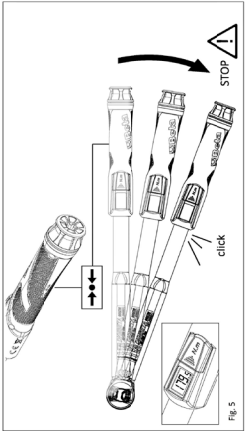

Fig. 5
- Procedere con il serraggio, nella direzione indicata dalla freccia in prossimità della testa della chiave, avendo cura di applicare la forza nel centro dell'impugnatura, sul "punto di carico" indicato. Al raggiungimento della coppia impostata, la chiave scatta, non procedere oltre con il serraggio. (fig. 5).
- Proceed with tightening, in the direction shown by the arrow near the wrench head, making sure to apply force in the middle of the handle - that is, on the "loading point" shown. When the set torque is reached, the wrench will click; do not proceed any further with tightening (fig. 5).